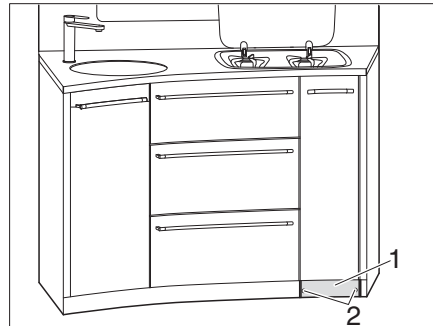

Bild 111 Sockel abschrauben
- 2 Schrauben (Bild 111,2) am Sockel (Bild 111,1) abschrauben.
- Sockel (Bild 111,1) abnehmen.